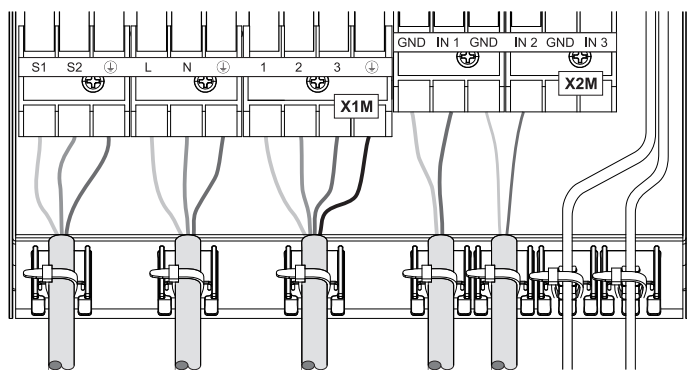

Fig. 3-8 Arrêt de traction par attache-câble
- Pour tous les câbles raccordés à la DAIKIN EKHHP, assurer un arrêt de traction efficace dans le boîtier de régulation au moyen d'attaches-câbles (voir fig. 3-8 à 3-10).